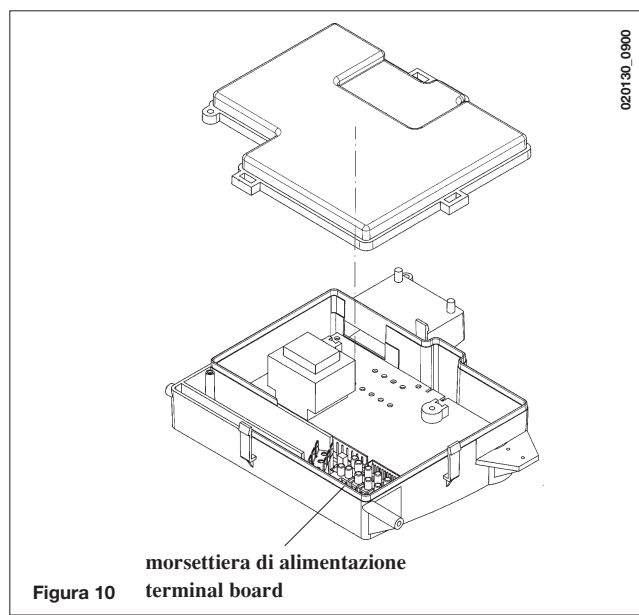

Figura 10
- togliere il coperchio ed accedere alla zona collegamenti elettrici (figura 10).